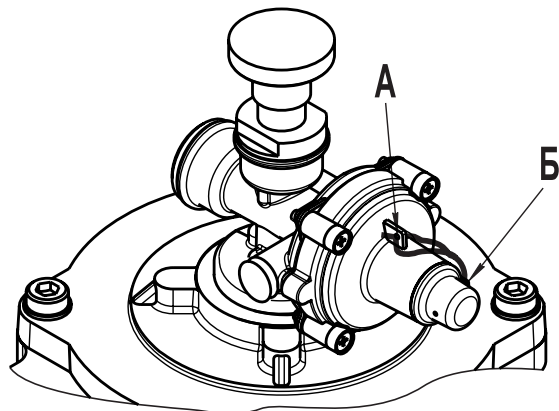

Рис. 4
4.7 Пломбирование предохранительно-запорного клапана (рис. 4).
4.11.2 Для пломбировки используйте проволоку диаметром 0,8 - 1,5 мм, которую необходимо протягивать через отверстия, расположенные в корпусе ПЗК и колпачке (рис. 4, места А и Б).